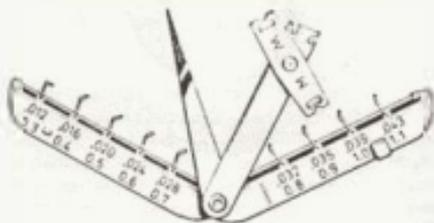

Bild 38
- Der Elektrodenabstand muss dem vorgeschriebenen Mass entsprechen (0.7 bis 0.8 mm). Beim Nachbiegen darf man das Werkzeug auf keinen Fall gegen die Mittelelektrode abstützen, da sonst die Gefahr besteht, dass die Kerze am Isolatorfuss reißt und dadurch unbrauchbar wird. Bei Bosch gibt es unter der Bestellnummer 0681424003 ein Spezialwerkzeug (Bild 38), das gleichzeitig als Einstell-Lehre und Biege-werkzeug gebraucht werden kann.